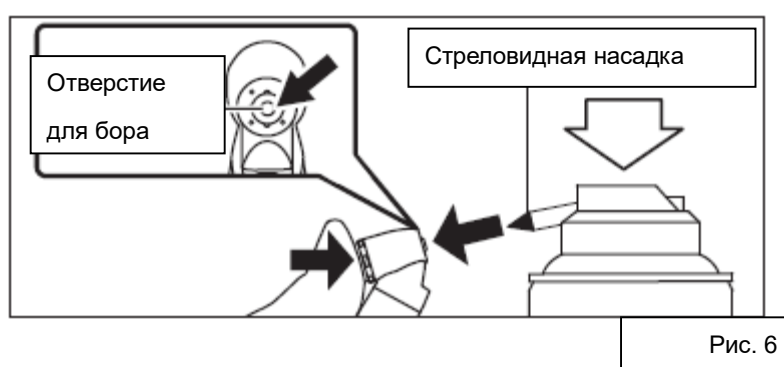

Рис. 6
- 2) Смазывайте цангу непосредственно через отверстие для установки бора (Рис. 6).